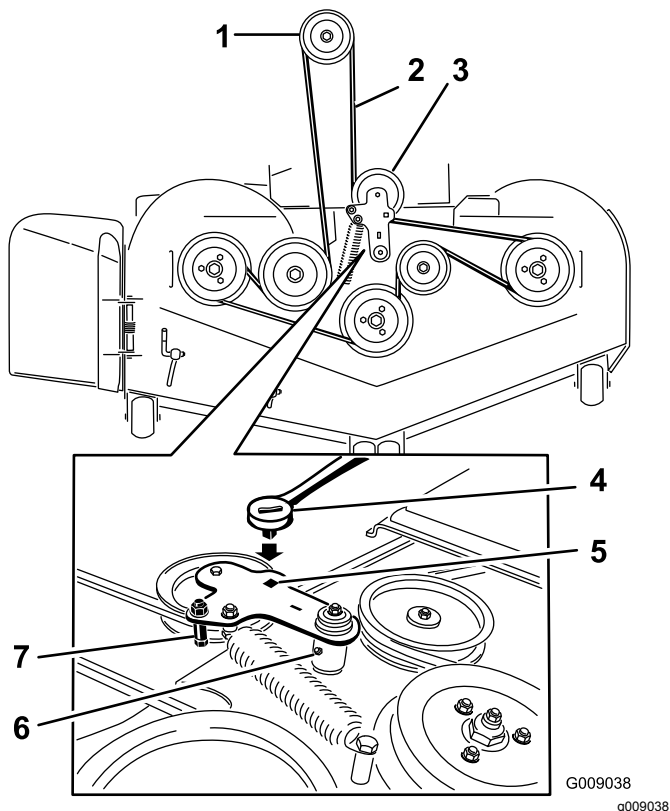

Figura 106
5. Sollevate la bacinella e inserite il cricchetto nel foro quadrato del tendicinghia del piatto di taglio (Figura 106).
6. Ruotate il tendicinghia del piatto di carico in senso orario e togliete la cinghia del tosaerba (Figura 106).